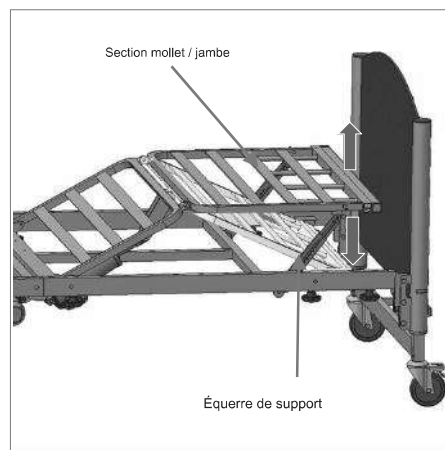

Figure 14: Abaissement de la section manuelle des mollets
- Pour abaisser la section mollet / jambes (à partir d'une hauteur surélevée), soulevez complètement la section mollet / jambes manuellement, puis abaissez-la doucement (**Figure 14**). Appuyez ensuite sur le bouton de réglage de la genouillère vers le bas du combiné et maintenez-le enfoncé.